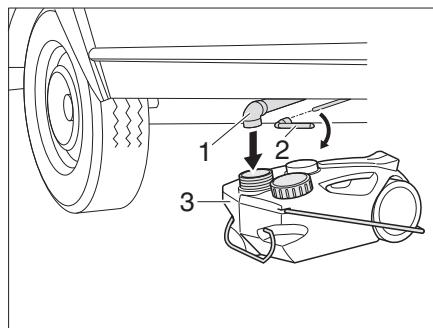

Fig. 138 Serbatoio delle acque grigie sottopavimento
- Collegare il serbatoio delle acque grigie mobile (Fig. 138,3) sotto il sistema di tubi delle acque grigie (Fig. 138,1).
- Applicare la chiave a tubo (Fig. 138,2) sul perno quadro.